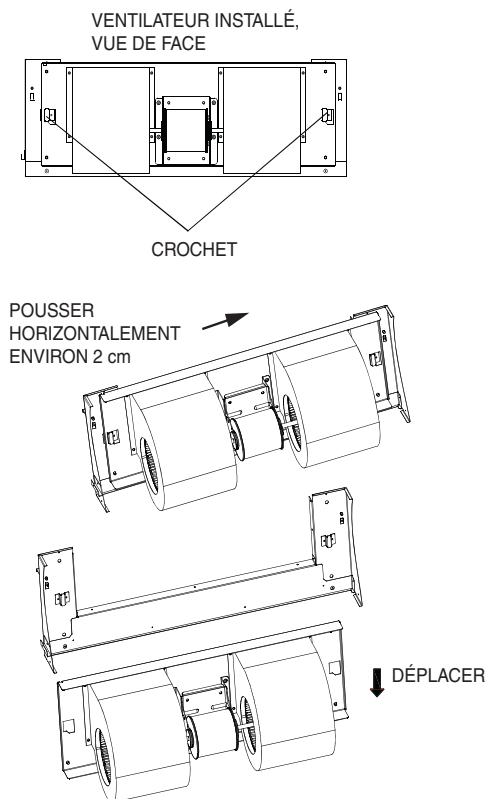

Figure 20 — Retrait de l'ensemble moteur-ventilateur du panneau avant (appareil 048)
4. Pour retirer l'ensemble moteur-ventilateur du panneau avant, poussez sur l'assemblage horizontalement sur environ 2 cm, de la manière illustrée à la fig. 20.
5. Levez légèrement l'ensemble moteur-ventilateur et poussez-le vers le bas afin de le détacher du panneau avant. Reportez-vous à la fig. 20.